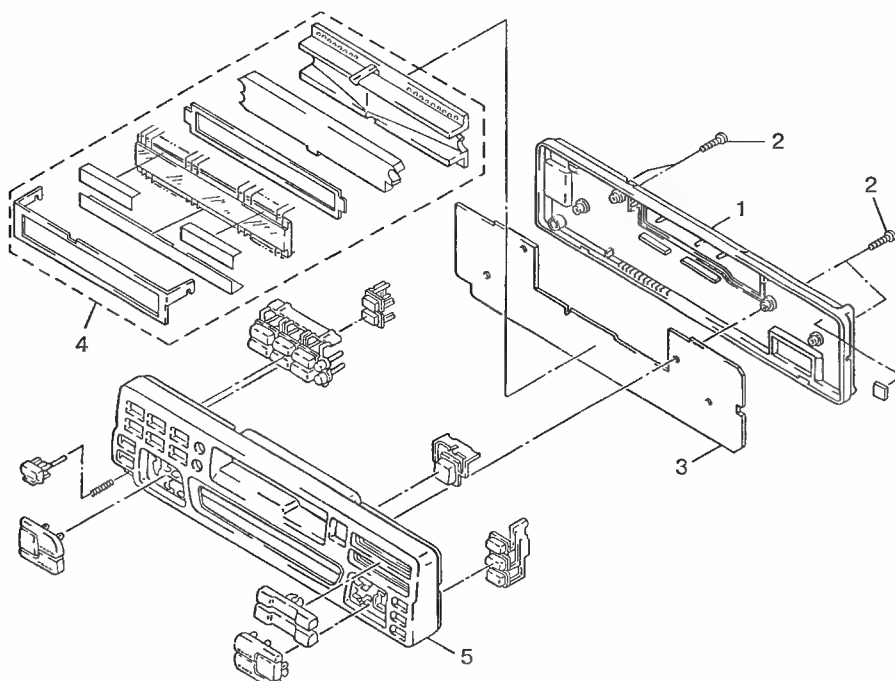

Рис. 5.11. Схема разборки и сборки передней панели автомагнитол SONY XR-C223/C300
Схема разборки и сборки передней панели (5) приведена на рис. 5.11.